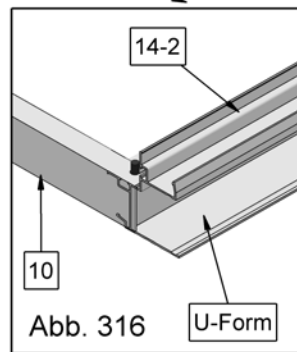
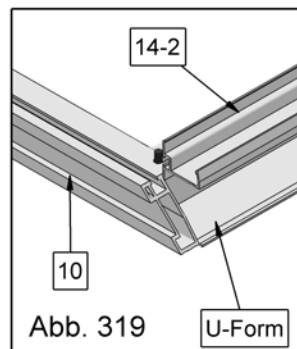

Abb. 316
Abb. 319
1. Montieren Sie die beiden Eckpfosten Nr. 14 an den äußeren Enden der Grundschiene Nr. 10, wie in Abbildung 316 gezeigt. Die Abbildung 319 zeigt die Ausführung der Version mit Basisrahmen.